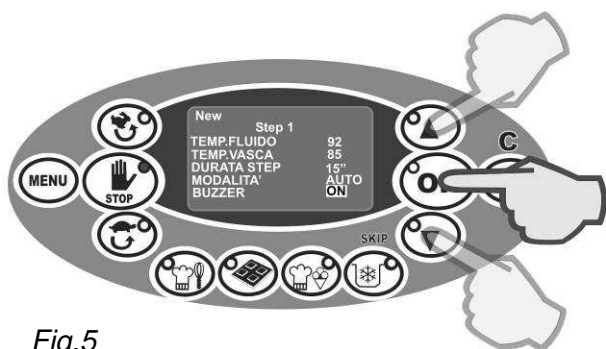

Fig.5
- abilitazione del buzzer (fig.5).